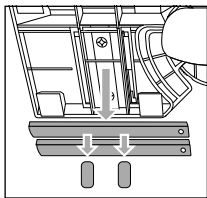

Fig. 1
- ◆ Retire os cliques de fixação ⑧ da parte inferior do produto e remova as hastes guia ⑦ (ver fig. 1). Elimine os cliques de fixação ⑧.